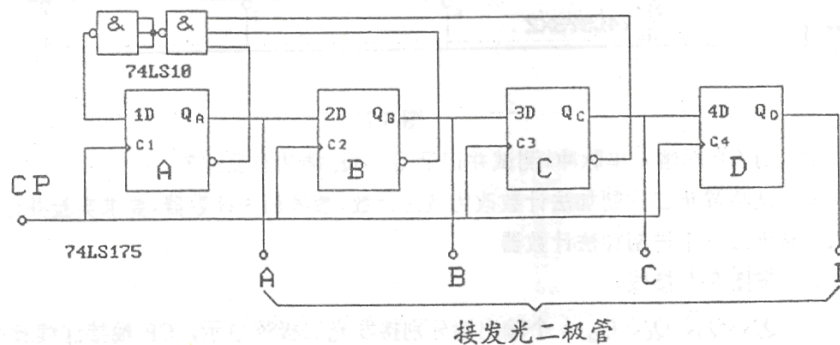

图 4.4
(2). 按图 4.4 接线，与非门用 74LS10 三输入端三与非门重复上述实验，对比实验结果，总结关于自启动的体会。